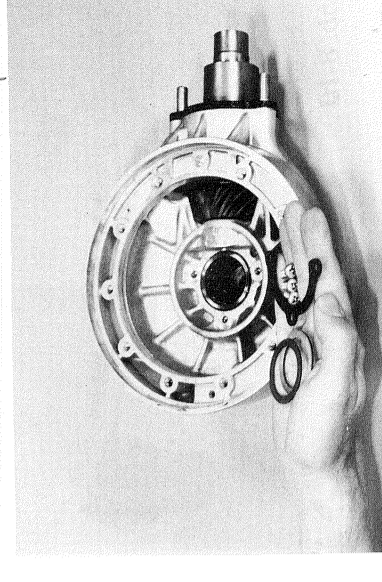

Abb. 8-8
- Drei Schrauben, Lagerhalter und Beilagescheiben vom Endtriebsgehäuse abnehmen. (Abb. 8-8)